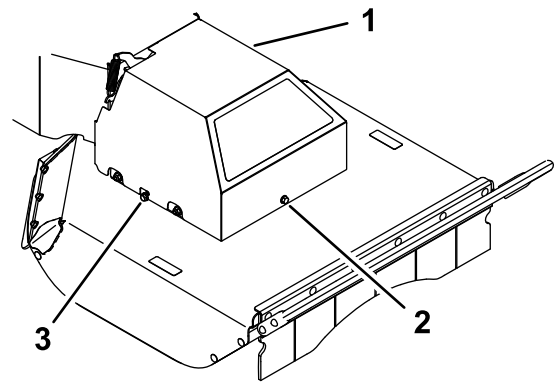

Рисунок 33
5. Ослабьте затяжку левого и правого боковых болтов на несколько оборотов и ослабьте затяжку переднего болта таким образом, чтобы крышка могла свободно перемещаться (Рисунок 33).
11. Опустите крышку ремня на деку, совместите пазы в крышке с боковыми болтами. Затяните передний болт, затем затяните оба боковых болта (Рисунок 33).